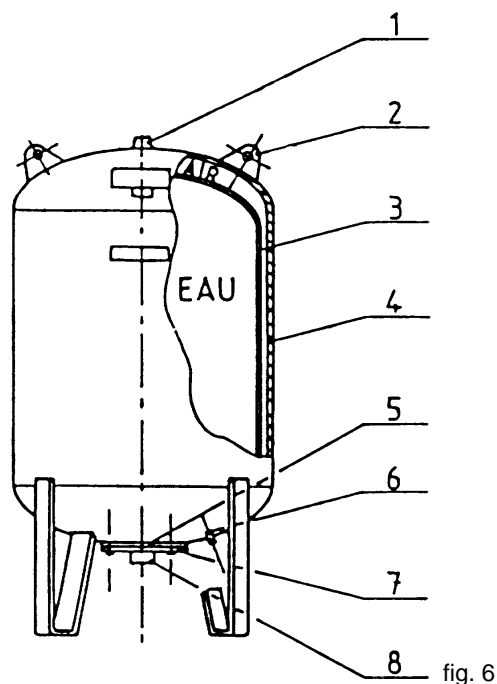

fig. 6
Dans la mesure où la pression d'enclenchement serait modifiée par rapport à la pression de pré-réglage indiquée dans le tableau ci-après, il conviendrait de réajuster la pression de prégonflage à 0,2 bar en dessous de cette nouvelle valeur. Ce réglage s'effectue par la valve de précompression (rep. 6 - fig. 6). Le réservoir doit être vide d'eau au moment de ce réglage.
- Faire échapper complètement l'air par la valve rep: 6 fig: 6.